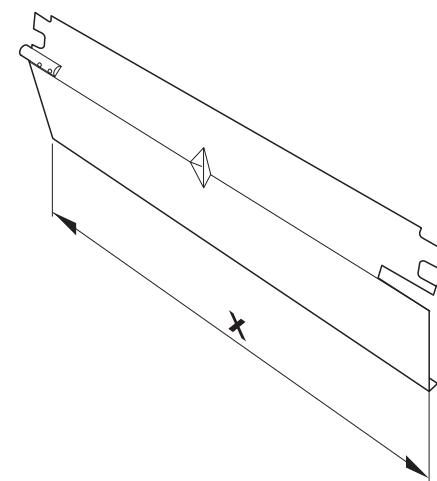

Рис. 1 "X" - длина заслонки для AK 114, AK 204, AK 304 и AK 334
Технические характеристики дают информацию о размерах и свойствах запорных клапанов дымовых газов AK 114, AK 204, AK 304 и AK 334 (рис. 1).
- Отверните винты крепления крышки люка для чистки (рис. 1, [1]).
- Снимите крышку люка для чистки (рис. 1, [2]) с прерывателя тяги (рис. 1, [3]).